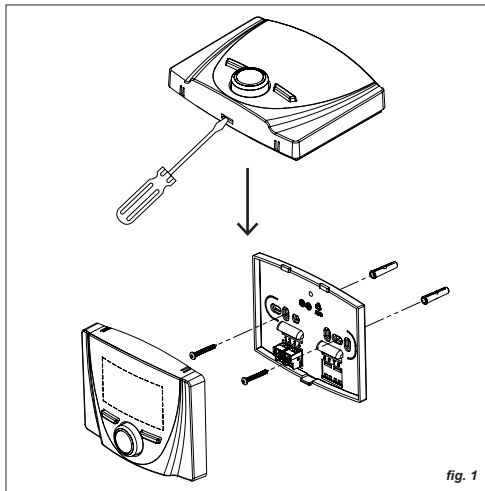

fig. 1
1. Staccare la parte anteriore del comando remoto aiutandosi con un cacciavite (fig. 1).
2. Fissare il fondello al muro attraverso le asole, utilizzando le viti in dotazione (fig. 1).